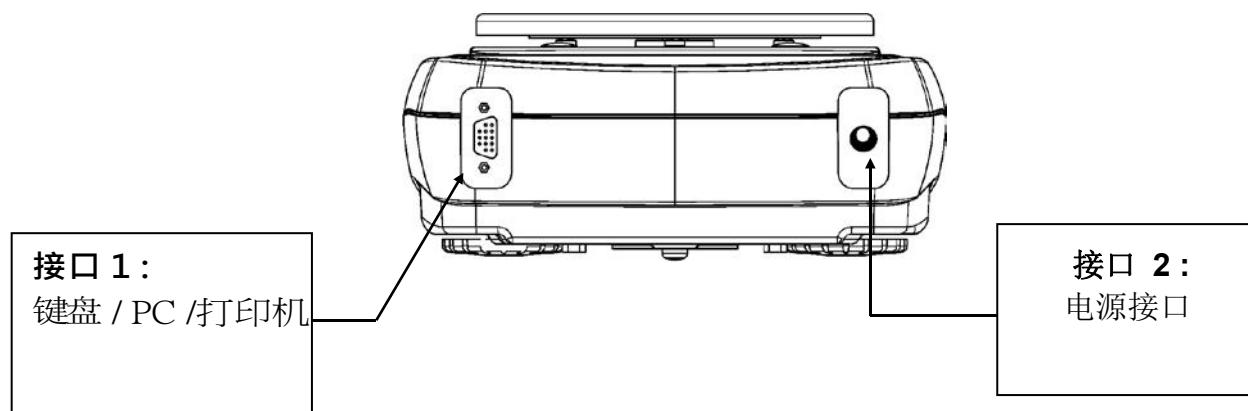

图 1 天平的背面
选择传输到计算机（IBM 兼容机）时，连续传输输出启动，传输速度与天平显示器上的重量更新速度维持在同一水平。可以直接在计算机键盘上操作秤的各种功能，将下表中的 ADCIII 代码传输到秤上。与计算机连接使用 1 号接口（第 25 页图 1）。
- 选择根据用户命令传输到计算机时，只有按下 PRINT 按钮时，才启动传输输出。在这种情况下，也可以直接在计算机键盘上操作秤的各种功能，将上表中的 ADCIII 代码传输到天平上。与计算机连接使用 1 号接口（第 46 页图 1）。
4. 天平计算机 (PC) 的连接
在这种情况下，只有按下 PRINT 按钮、并且重量稳定时，才能启动打印。如果在 10 秒内还未达到稳定，则出现短暂的提示音，然后显示 ERROR05。重量值不能传送到打印机。连接使用的接口为 1 号（第 25 页图 1）
将串行打印机连接到天平的接口 1（第 38 页图 1），如下图所示：
连接选择配置的字母数字键盘时，必须使用连接 PC 时使用的接口 1（第 38 页图 1）。